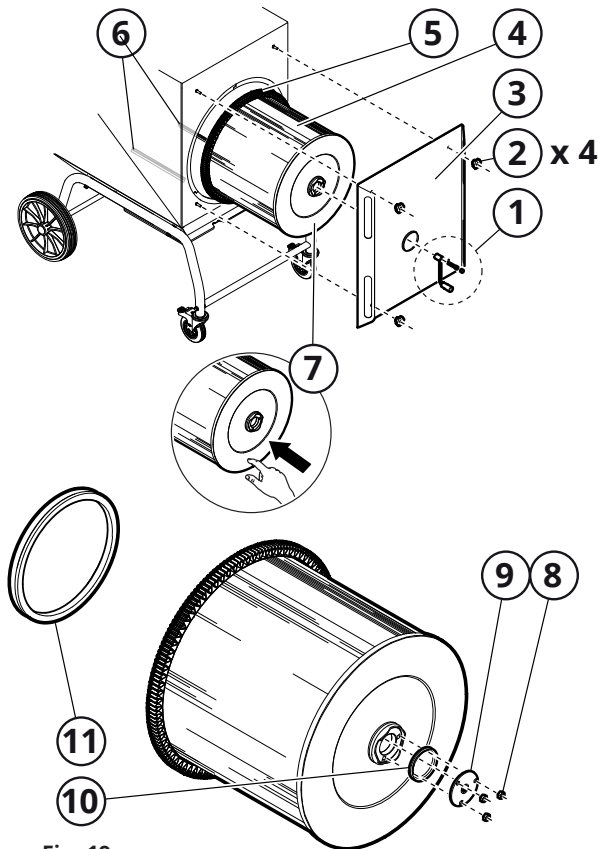
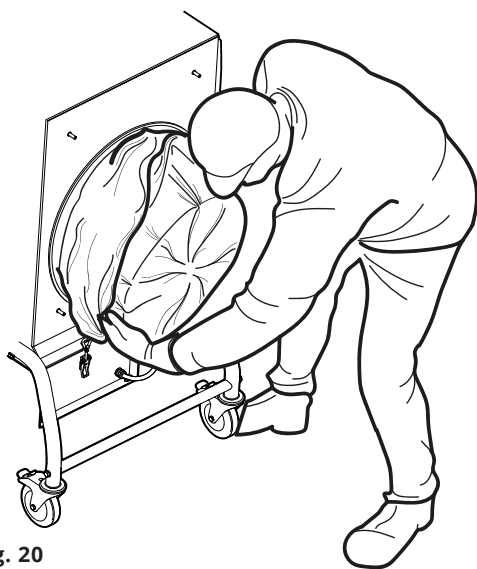

Fig. 19
Fig. 20
1. Die Kurbel abschrauben und abnehmen, siehe Nr. 1 auf Fig. 19.
2. Den Filterabdeckung (3) abschrauben (2) und abnehmen.
3. Mutter (8) und Montageplatte (9) ausbauen und die kleine Dichtleiste (10) herausnehmen. Zur Wiedermontage am neuen Patronenfilter aufbewahren.
4. Den Filterbeutel CMF PCW3 über die Filterpatrone ziehen, Fig. 20. Sicherstellen, dass der Filterbeutel nicht an den Bürsten unter der Filterpatrone hängenbleibt.
5. Die Filterpatrone (4, Fig. 19) einschließlich Filterbeutel aus dem Gehäuse ziehen. Mit dem Filterende (7) nach unten auf den Boden stellen.
6. Die große Dichtleiste (11) herausnehmen und zur Wiedermontage am neuen Patronenfilter aufbewahren.